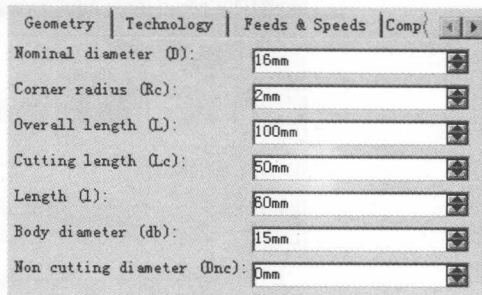

图 1.20 定义刀具参数
(3) 刀具命名。在 **Name** 文本框中输入“T1 End Mill D 16”并按下 Enter 键。
(4) 设置刀具参数。
① 在“Power machining.1”对话框（一）中取消选中 ☐ Ball-end tool 复选框，然后单击 **More>>** 按钮，再单击 **Geometry** 选项卡，最后设置图 1.20 所示的刀具参数。
② 其他选项卡中的参数均采用默认的设置值。